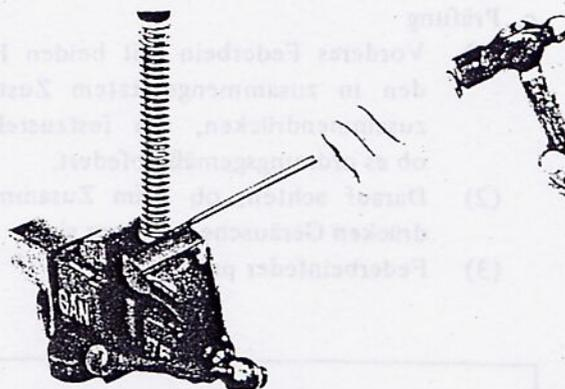

Abbildung 65
- (4) Oberen Federbeinhalter in einen Schraubstock einspannen, wie in Abbildung 65 gezeigt. Dann mit einem Schraubenzieher und Hammer auf das Ende der Federbeinfeder schlagen, um diese aus dem oberen Federbeinhalter freizubekommen. Hierbei muß sehr vorsichtig vorgegangen werden, damit der aus einer Aluminiumlegierung gefertigte obere Federbeinhalter nicht beschädigt wird.